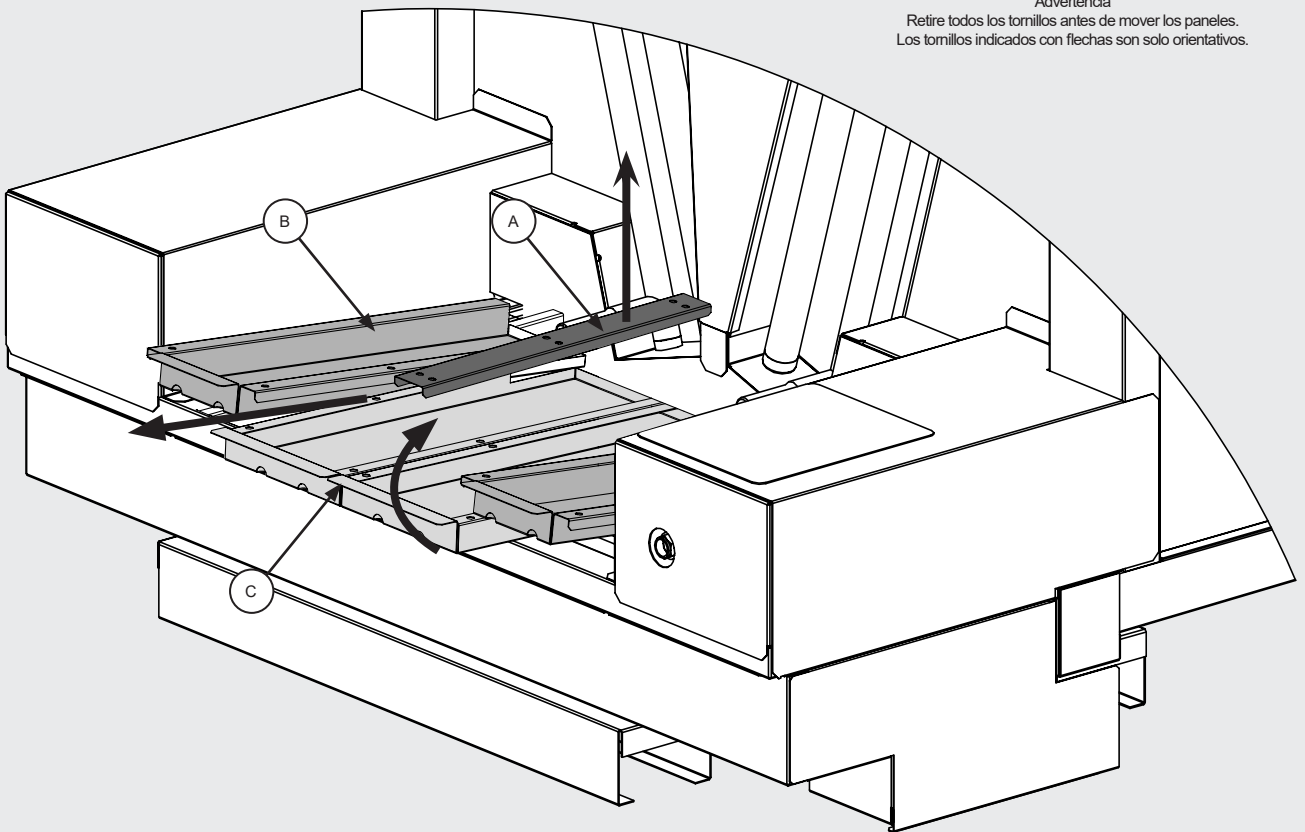

Figura 25
12.13.5 Sitúese en la parte delantera del modelo y desenrosque los tornillos (a) que fijan los paneles que protegen el circuito adiabático exterior, véase la Figura 25.
- 12.14.7 Espere hasta que se haya completado el vaciado del circuito adiabático. En cuanto se desconecta el modelo, todas las electroválvulas normalmente abiertas (véase el punto 2.9) se abren y el circuito se vacía a través de la conexión (SC), véase la Figura 25.
electroválvulas normalmente abiertas (véase el punto 2.9) se abren y el circuito se vacía a través de la conexión (SC), véase la Figura 25.